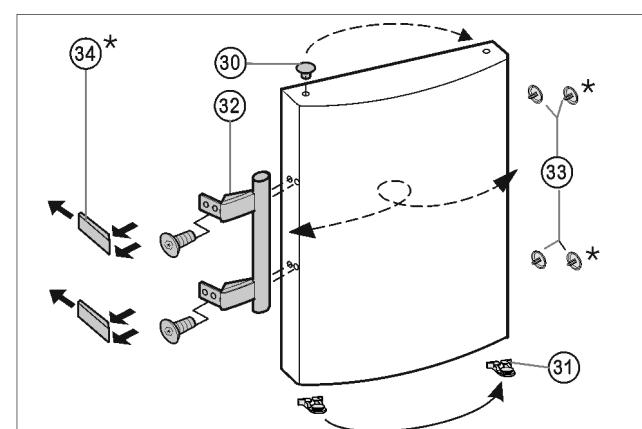

Fig. 9
- Retire el tapón Fig. 9 (30) del casquillo de cojinete de la puerta y cámbielo de sitio.
- Desmonte el tirador de la puerta Fig. 9 (32), los tapones Fig. 9 (33) y las placas de presión\* Fig. 9 (34) y cámbielos al lado opuesto.